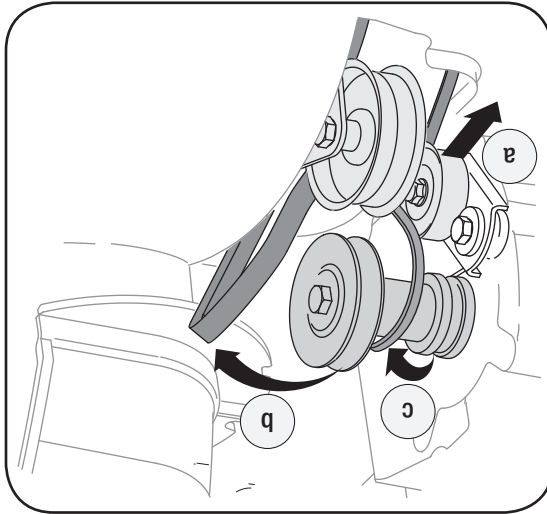

Figure 6-9
- Retirez le couvre-courroie en plastique sur le devant du moteur en enlevant les deux vis auto-taradeuses. Voir la Figure 6-9.